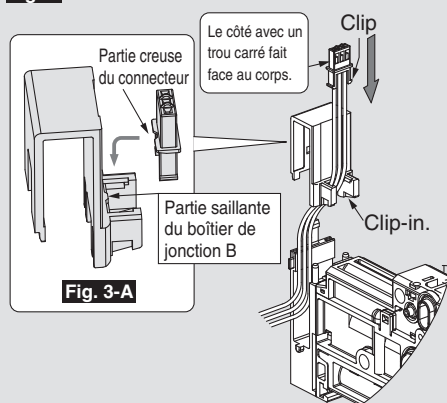

Fig. 5
- 8) Connectez le câble. (Voir **Fig. 5**.)